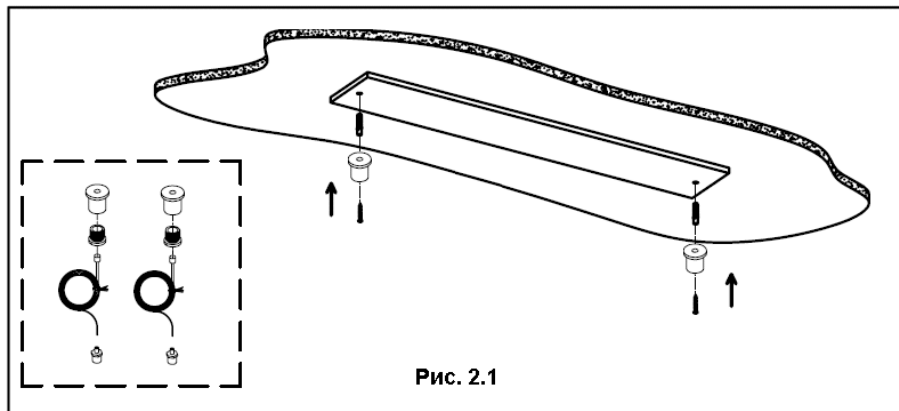

Рис. 2.1
- Наметьте и проделайте отверстия в монтажной поверхности, исходя из расположения установочных отверстий на монтажных кронштейнах светильника. Вставьте дюбели в подготовленные отверстия в монтажной поверхности. (Рис.2.1);
- Прикрепите установочные гайки к монтажной поверхности с помощью саморезов, используя подготовленные отверстия с дюбелями (Рис.2.1);